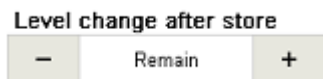

Рисунок 155
- **«Level change after store»** («Смена уровня после сохранения»): Перемещение уровня громкости при нажатии на **«Store»** («Сохранить») или **«No response»** («Нет реакции») (Рисунок 155). Выберите между: **«Default level»** («Уровень по умолчанию»), **-30 дБ, -20 дБ, -10 дБ, «Remain»** («Без изменений»), **+10 дБ, +20 дБ**.